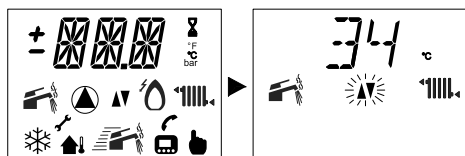

Figura 5.54
- Per modificare il SET programmato agire sui pulsanti  $\blacktriangle$   $\uparrow$  o  $\blacktriangledown$   $\uparrow$  e aspettare che il numero programmato cominci a lampeggiare (Figura 5.54).